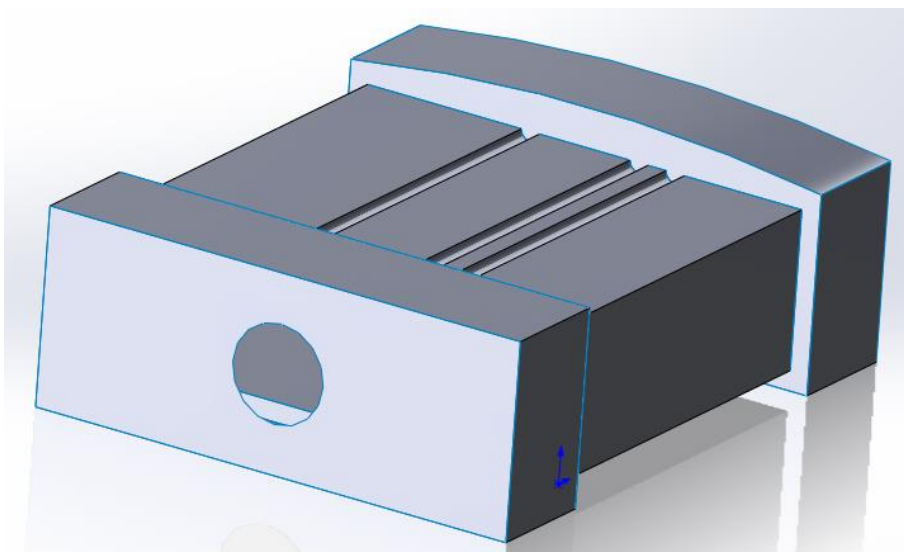

Рис. 16. Построение плоской поверхности
17. Для построенного эскиза повторяем пункт 11 (рис. 16).